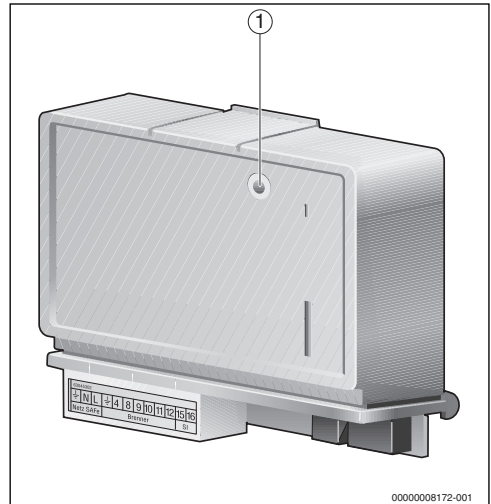

Рис. 1 Светодиодный индикатор рабочего состояния/неисправности LED
- Показание рабочего состояния модуля BRM10 светодиодным индикатором LED (→ рис. 1).